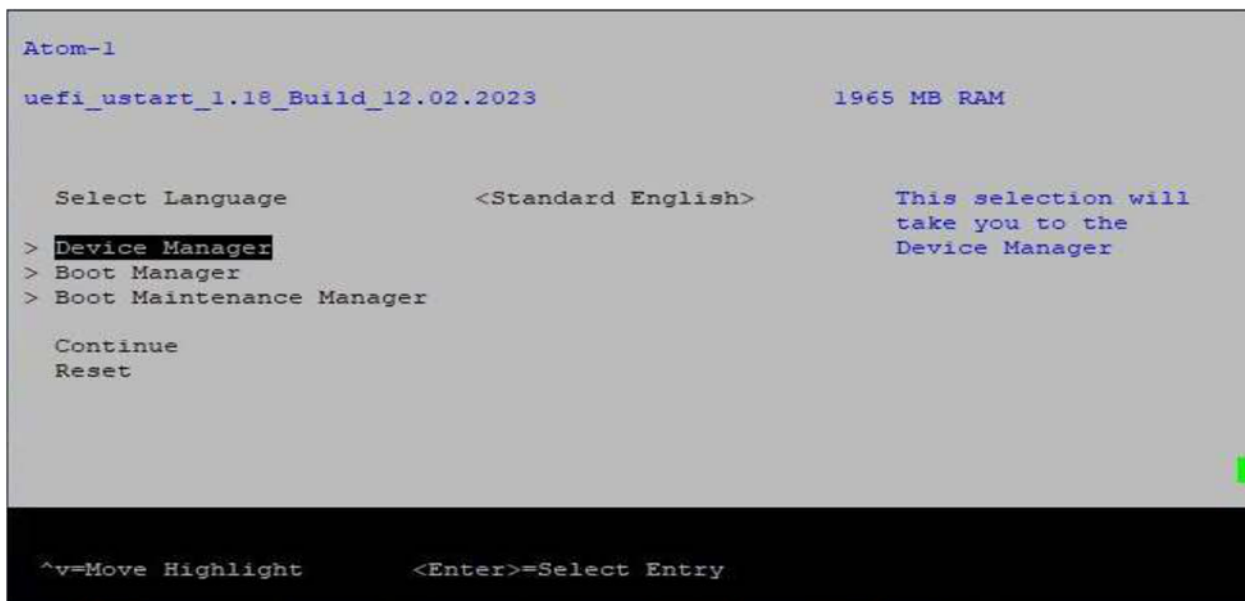

Рисунок 6 – Меню BIOS
2.7.5.2 Если вход в BIOS выполнен, откроется главное меню (см. рисунок 6). Оно содержит следующие пункты: